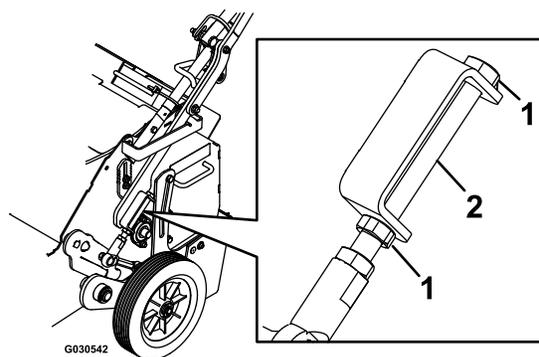

Figura 16
6. Afloje las contratueras del perno de ajuste (Figura 16).